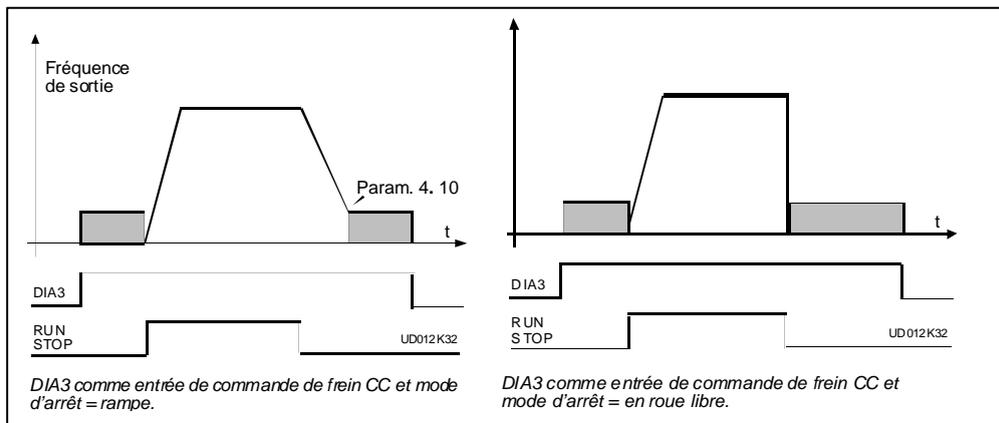

Figure 4.5-1 DIA3 comme entrée de commande de freinage à CC:
- 9: Commande de freinage à courant continu contact fermé = Dans le mode d'arrêt, le freinage à courant continu opère jusqu'à ce que le contact soit ouvert, voir figure 4.5-1. Le courant de freinage à courant continu est réglé avec paramètre 4.8.
- 9 :** Commande de freinage à courant continu contact fermé = Dans le mode d'arrêt, le freinage à courant continu opère jusqu'à ce que le contact soit ouvert, voir figure 4.5-1. Le courant de freinage à courant continu est réglé avec paramètre 4.8.